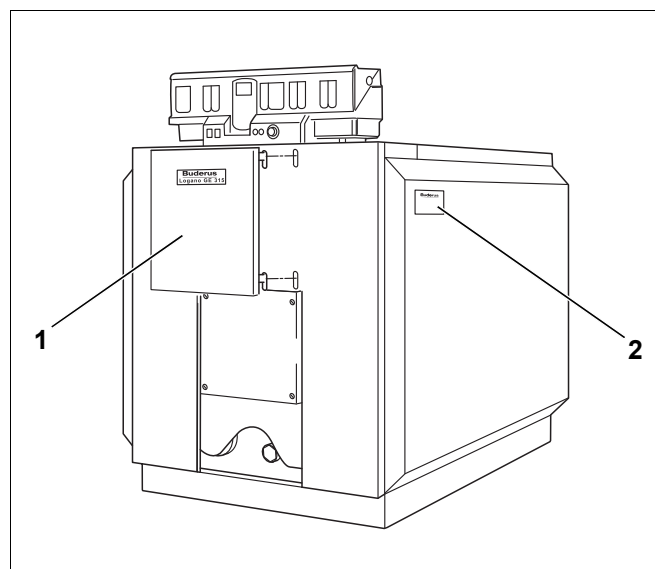

Рис. 42 Установка декоративной панели дверцы горелки
- ▶ Установите декоративную панель дверцы горелки в отверстия на передней стенке (рис. 42, [1]).
- ▶ Наклейте заводскую табличку (рис. 42, [2]) в зависимости от местных условий на левой или правой боковой стенке.